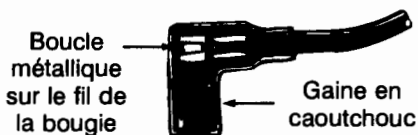

FIGURE 21
- Branchez le fil de la bougie. Vérifiez que la boucle métallique, au bout du fil de la bougie (dans la gaine en caoutchouc), est bien attachée à l'embout métallique de la bougie. Voir la Figure 21.